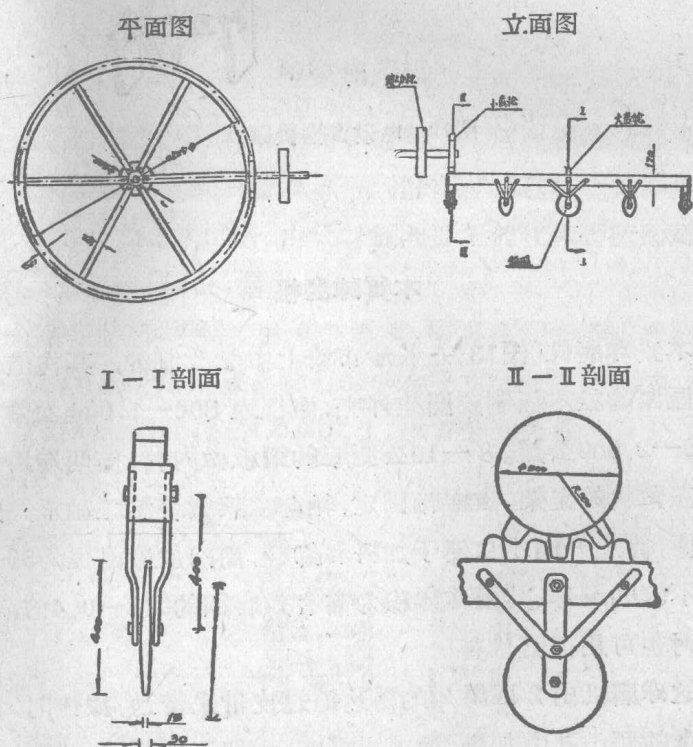

图11 新邵联合工厂多輪快碾机
新邵联合工厂自制了两部用来粉碎水泥生熟料的多輪鉄碾机(图11)。其特点是：①这种多輪快碾机对物料的粉磨起着磨剥与折断两种作用，故效率很好，产量高，日产(24小时)可达 2—3 吨。全部通过 130 目罗篩；②可以用电力、水力、畜力或人力带动，操作方法简单；③輪子和碾槽均系鉄制，故輪子薄，輪边銳利，碾槽底用鉄制成与輪子相适用的形状，对碾細和切碎物料的作用很好，如果不用鉄，也可以用石制，不过輪子要厚些，碾槽